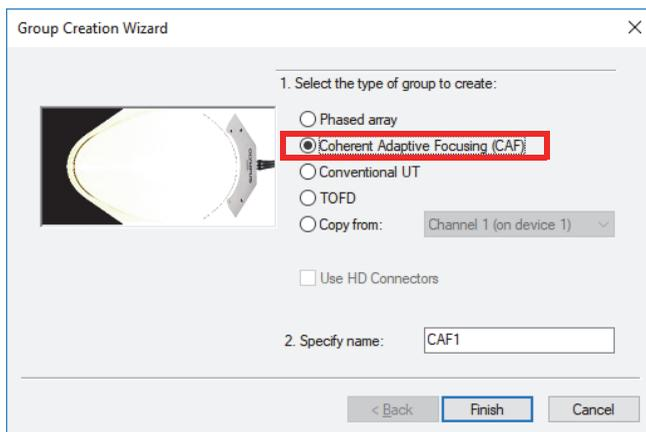

图 4-12 组创建向导对话框
2. 在**Group Creation wizard** (组创建向导) 对话框中, 选择**Coherent Adaptive Focusing (CAF)** (相干自适应聚焦) (参见第107页的图 4-12), 而不要选择**Phased array** (相控阵)。